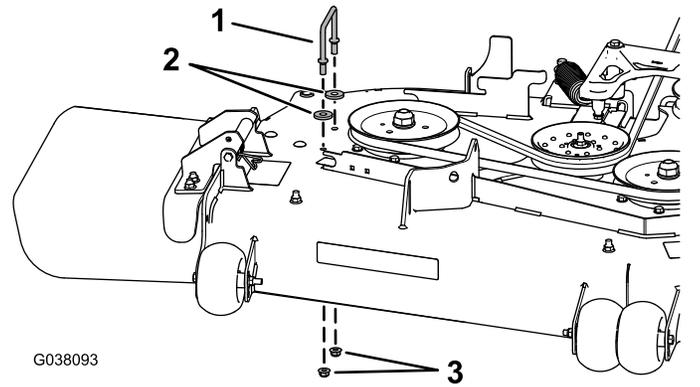

Figura 22
3. Retire el soporte de la cubierta derecha de la correa, **2 arandelas (carcasas de 152 cm solamente)**, y 2 tuercas con arandela prensada de la carcasa de corte (Figura 22).